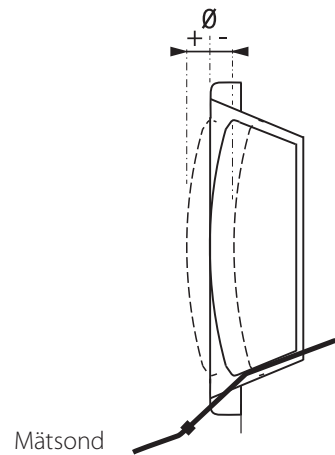

Bild 1. Injustering med mätsond.
- Beakta ventilkäglans läge. Käglan utgår ifrån ett 0-läge och kan ställas inom ett max (+) / min (-) intervall, se bild 1 samt K-faktortabell **T2**.